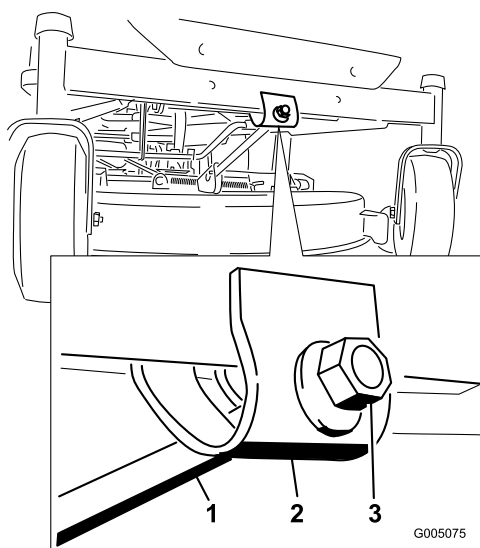

Figura 42
7. Per regolare l'inclinazione longitudinale della lama, ruotate il dado di regolazione nella parte anteriore del tosaerba (Figura 42).